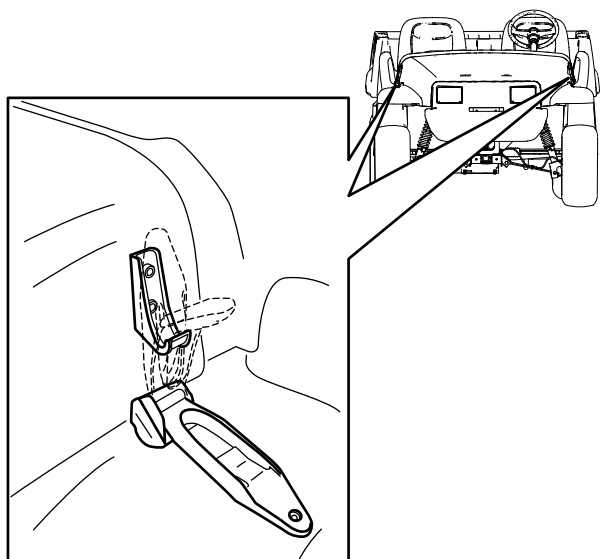

Figura 28
1. Tire hacia arriba de los enganches de goma de cada lado del capó (Figura 28).
2. Sujete el capó alineando los enganches de goma con los anclajes situados en cada lado del capó (Figura 28).